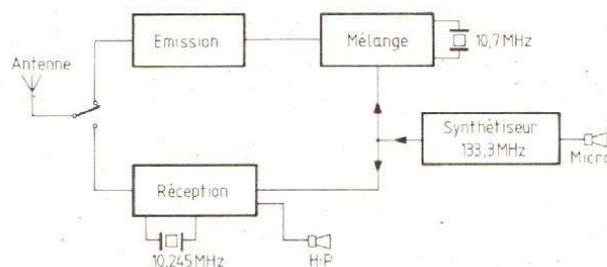

Fig. IV-1. - Synoptique du transceiver.
- Emission par addition d'une fréquence quartz 10,7 MHz. Puissance HF : 3 W mesurés effectivement (fig. IV-1).